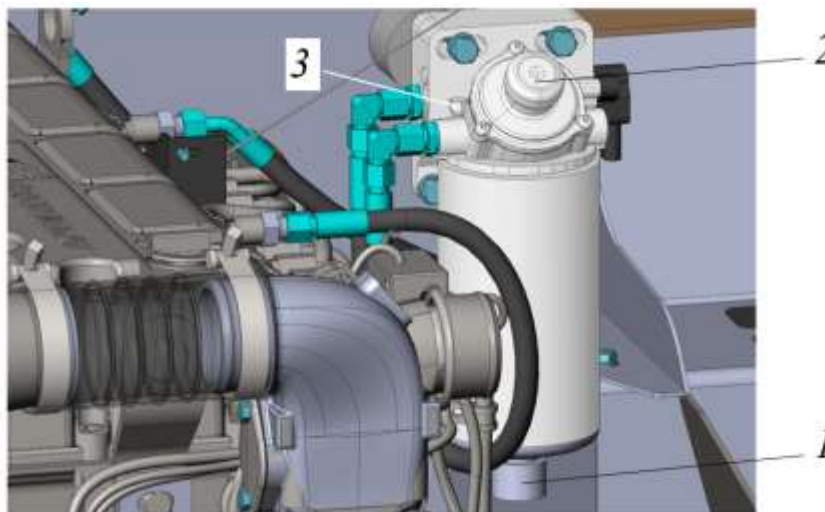

Рисунок 5.24. Фильтр грубой (предварительной) очистки топлива
Фильтр предварительной (грубой) очистки топлива размещен на двигателе в моторном отсеке, см. рис. 5.24.
- ▶ Открыть резьбовую пробку 1, для этого – повернуть пробку против часовой стрелки, слить отстой, конденсат, рис. 5.24.